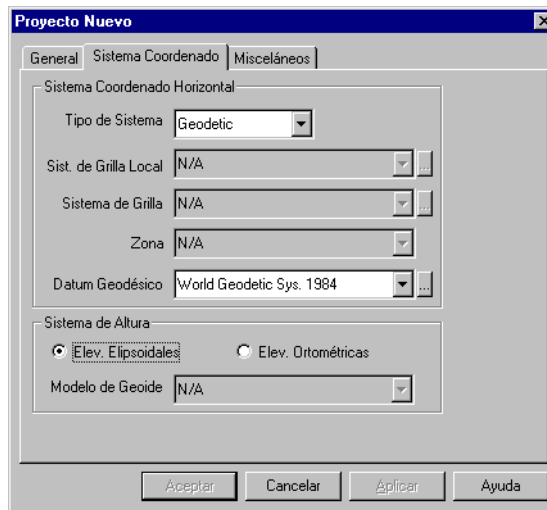

Figura 3.3. Cuadro de Diálogo Proyecto Nuevo—Etiqueta Sistema de Coordenadas
4. Haga click en **Sistema de Coordenadas** para cambiarse a la etiqueta Sistema de Coordenadas (Figura 3.3).